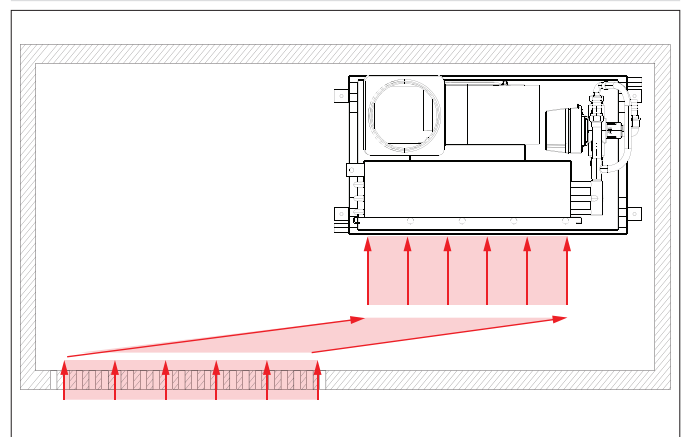

Fig.10 Montaggio della griglia di ingresso dell'aria in posizione sfalsata
- La griglia di ingresso dell'aria dovrebbe essere collocata in posizione sfalsata, per evitare che l'aria in ingresso confluisca direttamente all'ingresso dello scambiatore di calore. I rumori di aspirazione del ventilatore vengono notevolmente ridotti. V. Fig.10.